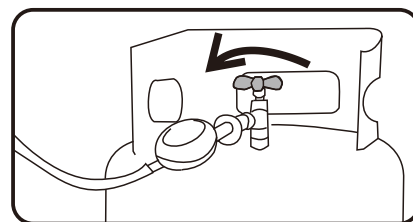

FIG3
3. Ouvrez la vanne d'angle de la bouteille de gaz dans le sens inverse des aiguilles d'une montre (comme illustré à la figure 3).